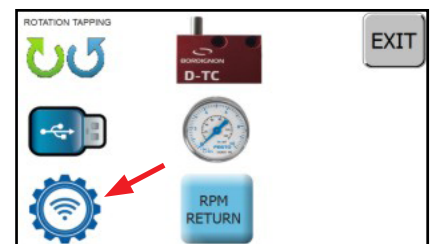

ABB. 1
- Auf dem Startbildschirm das Service Symbol (S. 14) und dann das OPT Symbol betätigen, um in die Konfiguration zu gelangen (Abb. 1)